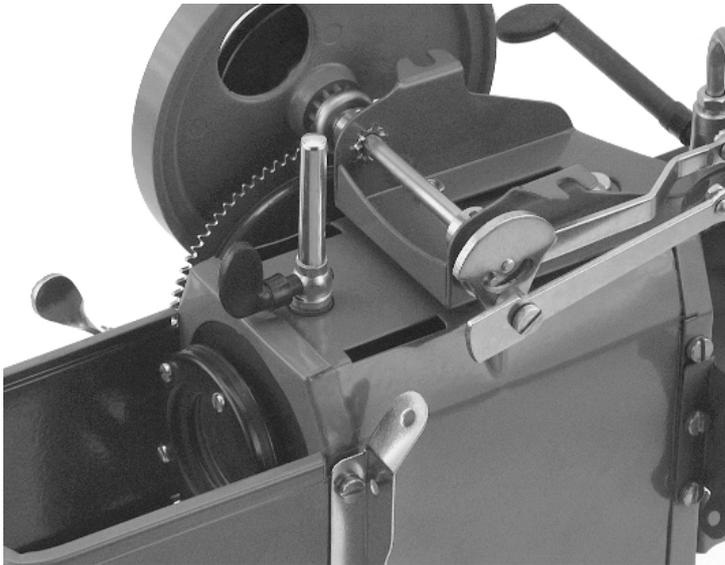

Bild 24
Den Hebel der Dampfpeife (63) mit einer kleinen Zange so montieren, dass dieser nicht beschädigt wird (Bruchgefahr). Die Stellung des Hebels entnehmen Sie dem Bild 24.